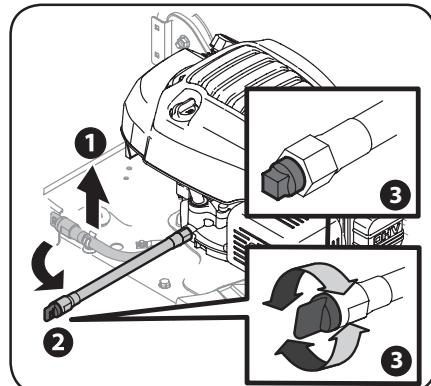
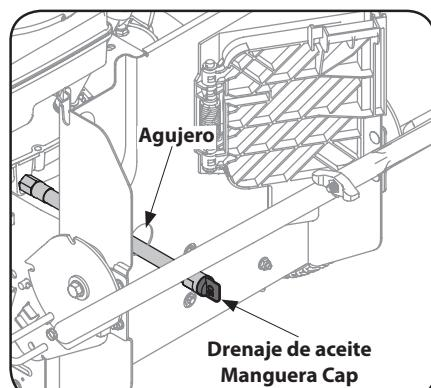

Figura 4-3
Figura 4-4
- Tire hacia arriba de la manguera de drenaje de aceite para soltarla de la plataforma. Consulte la Figura 4-3 para el motor MTD y la Figura 4-4 para el motor Briggs & Stratton.
NOTA: El motor está equipado con un twist-off de plástico o metal tapa de cabeza cuadrada. Consulte la Figura 4-3 inserciones.
NOTA: Para las unidades equipadas con el motor y embolsadora Briggs & Stratton, retire la embolsadora de la cortadora de césped, que expondrá un agujero en la placa trasera de la segadora cuando la puerta se cierra embolsadora para pasar la manguera de drenaje de aceite a través. Ver Figura 4-4.
- Desenrosque la tapa del extremo de la manguera de drenaje de aceite para empezar a drenar el aceite. Consulte el recuadro de la Figura 4-3.